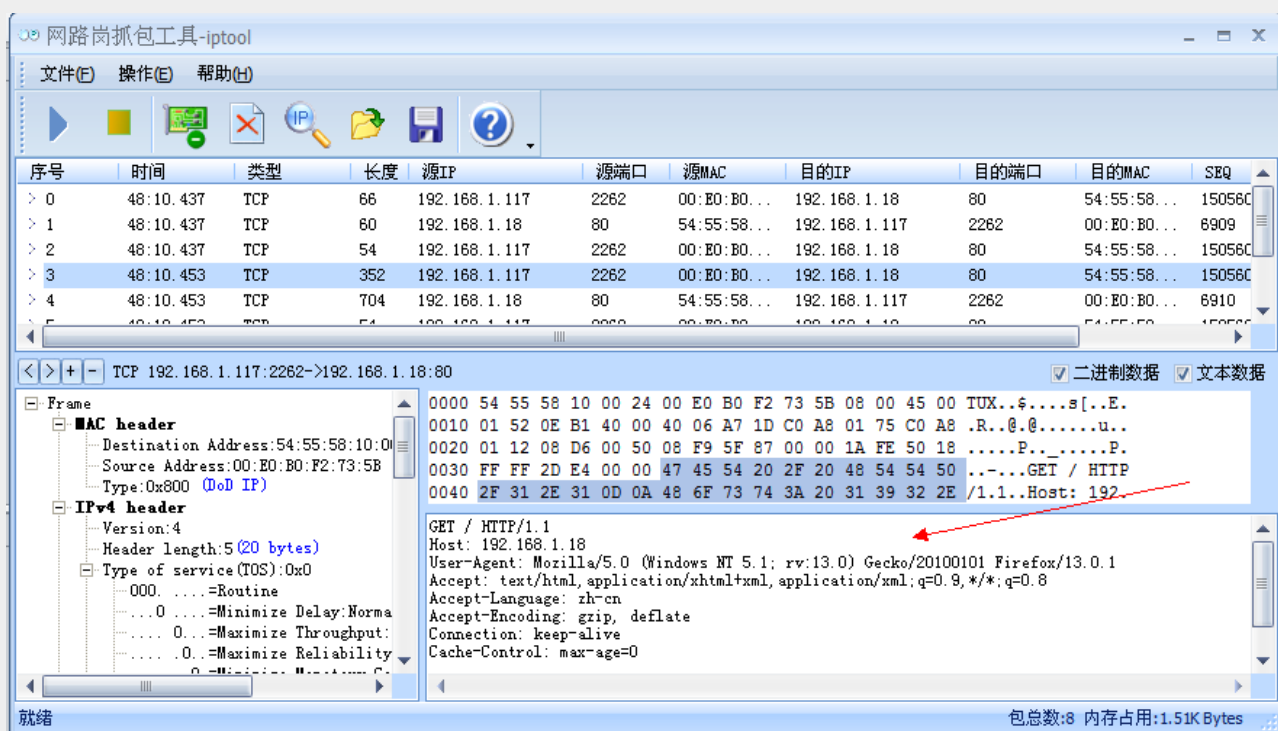

图 36-15 浏览器发送的数据
(1) 第 17 行，把接收到的数据包 `p->payload` 的指针赋值给 `data`，在后面使用 `data` 来判断接收到的数据。
(2) 第 19 行，若数据包非空，则开始判断数据包的内容。
(3) 当我们在浏览器输入服务器的 IP 地址并访问时，浏览器会向服务器发送一些数据，我们可以使用一些网络抓包工具查看这些数据包。其数据内容见图 36-15 中的箭头所指的区域。数据包中开头的内容为“GET”。在服务器中我们以这三个字符作为第一次与服务器连接的标志，当确定为第一次连接时，调用 LwIP 的 `tcp_write()` 函数输出网页。